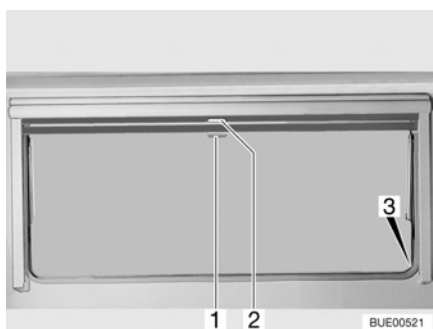

Bild 28 Överkantshängt fönster
- Drag ned mörklägningsrullgardinen med handtaget (Bild 28,2). När mörklägningsrullgardinen dras ned helt fäster man det i spärrarna (Bild 28,3) på båda sidorna på fönsterkarmen.
- När mörklägningsrullgardinen är helt neddragen: Tryck ned handtaget (Bild 28,2) och drag det något inåt. Nu kan man ta loss mörklägningsrullgardinen ur spärrarna på båda sidorna av fönsterkarmen.
- När mörklägningsrullgardinen inte är helt neddragen: Drag handtaget (Bild 28,2) lätt nedåt tills spärren släpper.
- Drag ner insektsnätet med handtaget (Bild 28,1) och fäst det i spärrarna (Bild 28,3) på båda sidorna av fönsterkarmen.
- Tryck ned handtaget (Bild 28,1) och drag det något inåt. Lossa insektsnätet ur spärrarna på båda sidorna av fönsterkarmen.